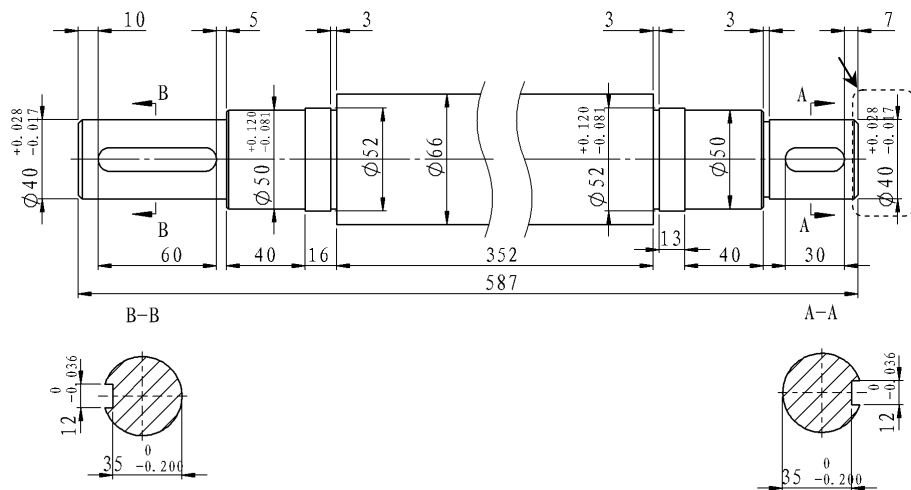
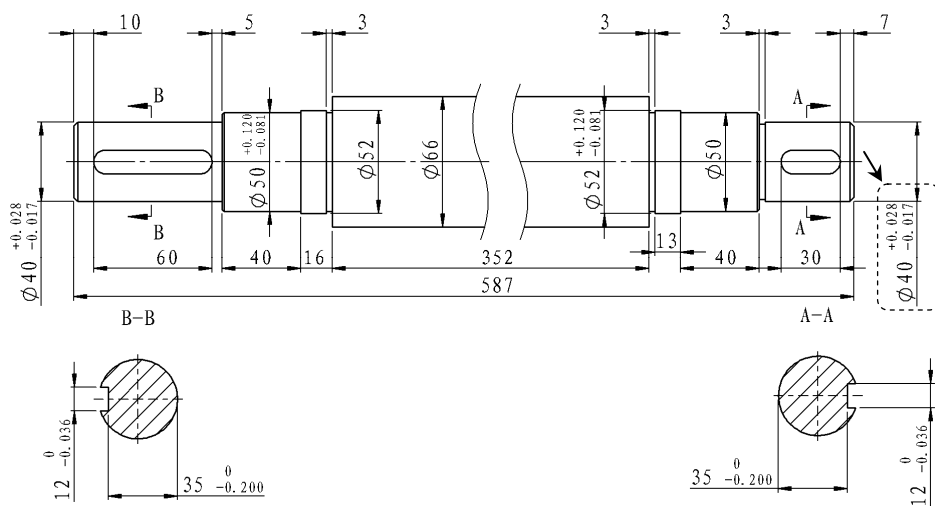

图 6.15.16 添加尺寸公差
图 6.15.17 调整尺寸公差位置
Step6. 添加其他尺寸公差。参照上面步骤，为其他尺寸添加尺寸公差，结果如图 6.15.16 所示。
Step7. 调整尺寸公差位置。选取图 6.15.16 中轴右侧“ $\phi 40$ ”的尺寸公差，将其调整到图 6.15.17 所示位置。
Step8. 调整其他尺寸公差位置。选取其他尺寸公差，将位置调整到图 6.15.17 所示的位置。